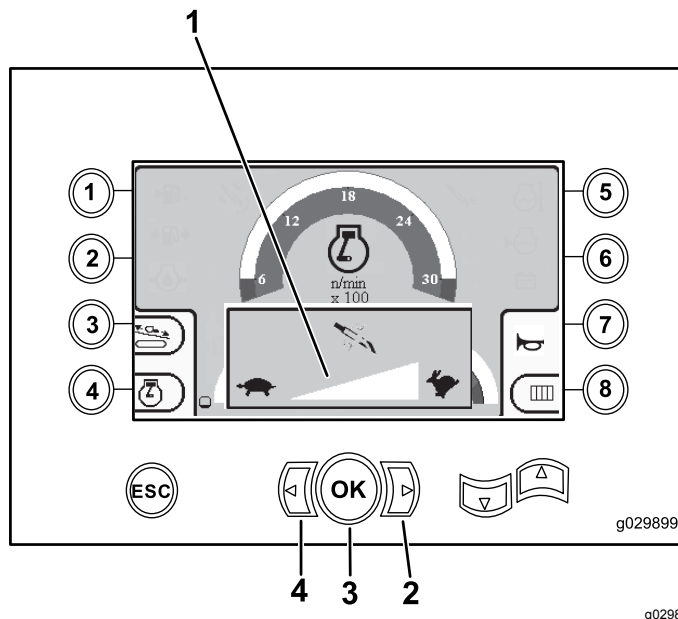

Рисунок 4
2. Чтобы уменьшить максимальную частоту вращения, нажмите стрелку «влево», а чтобы увеличить — стрелку «вправо» (Рисунок 4).
3. Отпустите кнопку ОК, чтобы зафиксировать установленную частоту вращения бура (Рисунок 4).